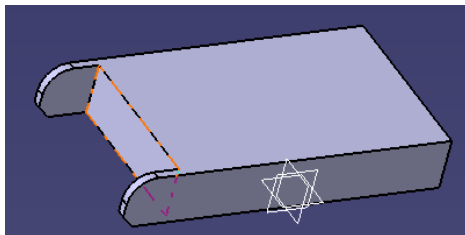

图 3-94
(4) 选择  后，深度设为 Up to last（见图 3-94）。